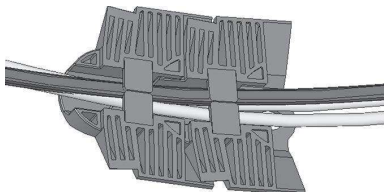

Abbildung 2: Drücken Sie die Kabel durch die Gummilaschen in den Kabelkanal. Achten Sie darauf, dass sie sich noch locker bewegen lassen.
- Drücken Sie die Kabel durch die Gummilaschen auf der Unterseite, sodass sie locker im Kabelkanal liegen (siehe Abbildung 2).